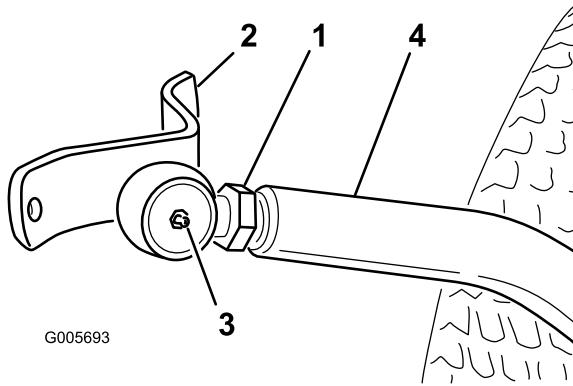

Figura 19
2. Enrosque la articulación esférica sobre el brazo de empuje derecho hasta que el centro de la articulación esférica esté a 60 mm de la parte delantera del brazo de empuje (Figura 19). No apriete la contratuerca.